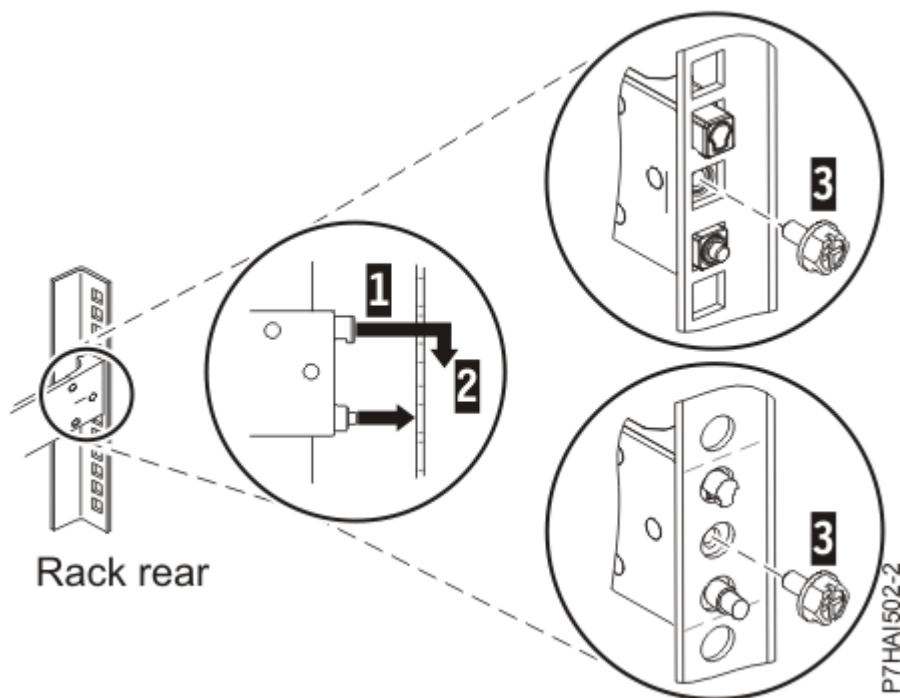

Figura 3: Alinhando e Encaixando os Pinos nos Orifícios na Parte Traseira do Rack
3. Alinhe os dois pinos localizados na parte traseira do trilho deslizante com os orifícios da parte superior e inferior dentro da unidade EIA selecionada que foram marcados anteriormente. Puxe o trilho deslizante em sua direção para inserir os dois pinos nos orifícios do rack **(1)** e abaixe o trilho deslizante **(2)** para encaixar o gancho no pino superior. Para obter detalhes, consulte Figura 3 na página 6. Assegure-se de que os dois pinos apareçam através dos orifícios do rack antes de prosseguir para a próxima etapa.